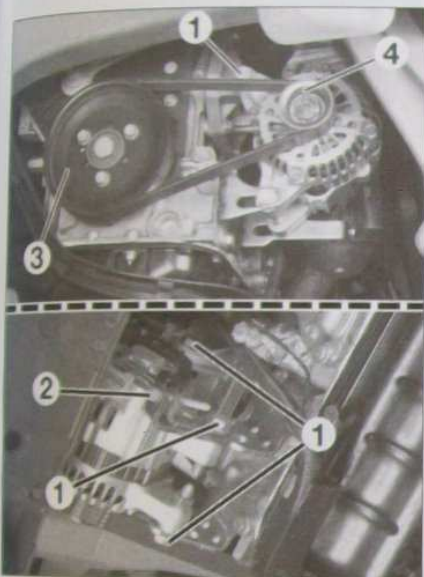

FIG.24
- Desserrer les vis de fixation de l'alternateur (1) (Fig.24).
- Détendre la courroie en desserrant la vis de réglage (2), afin de ramener l'alternateur vers le moteur.
- Mettre en place la courroie sur les poulies de vilebrequin (3) et d'alternateur (4) (Fig.24).
- Prétendre la courroie en agissant sur la vis de réglage (2).
- Agir sur la vis de réglage (2), en la serrant, jusqu'à ce que le contrôleur de tension affiche 55 ± 3 unités.
- Serrer les vis de fixation de l'alternateur (1).